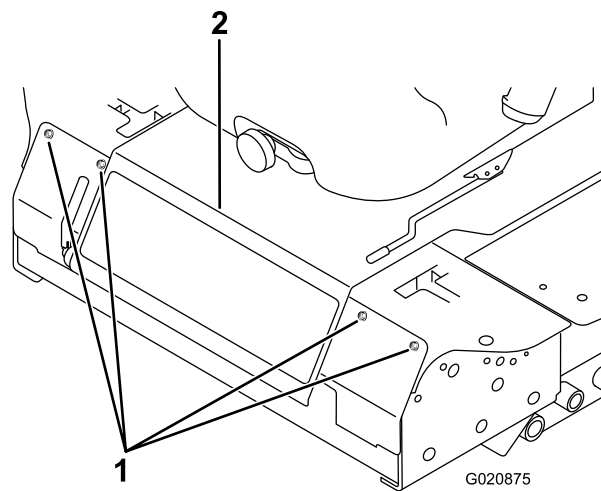

Figura 50
- Afloje los pernos del panel delantero y retire el panel (Figura 50).